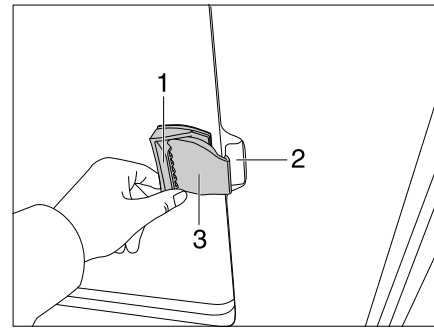

Bild 66 Schiebefenster ohne Verriegelung
- Griffklappe (Bild 66,1) ziehen und Griff gleichzeitig nach vorn schieben oder ziehen.